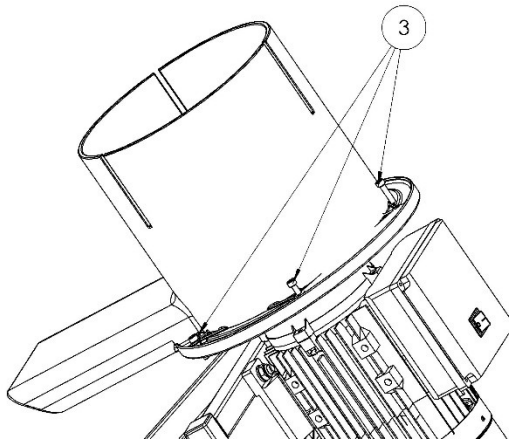

Fig. 3
- 3) Setzen Sie die Brechkammer-Verriegelungsbolzen (5 Stück) ein und drehen Sie die Bolzen mit ebenso geringer Kraft, bis die Dichtfläche der Brechkammer an der Motormontageplatte anliegt. Bild 3